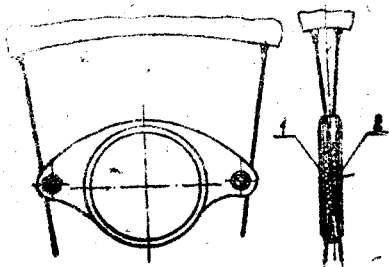

Рис. 9
Боковые световозвращатели (рис. 9) устанавливаются на спицы колес и закрепляются посредством винтов (1) и гаек (2).